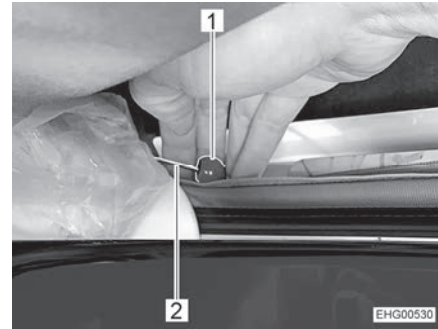

Fig. 60 Dispositif de déverrouillage de secours
- Tirer des deux côtés sur le bouton rouge (Fig. 60,1) du câble Bowden (Fig. 60,2).